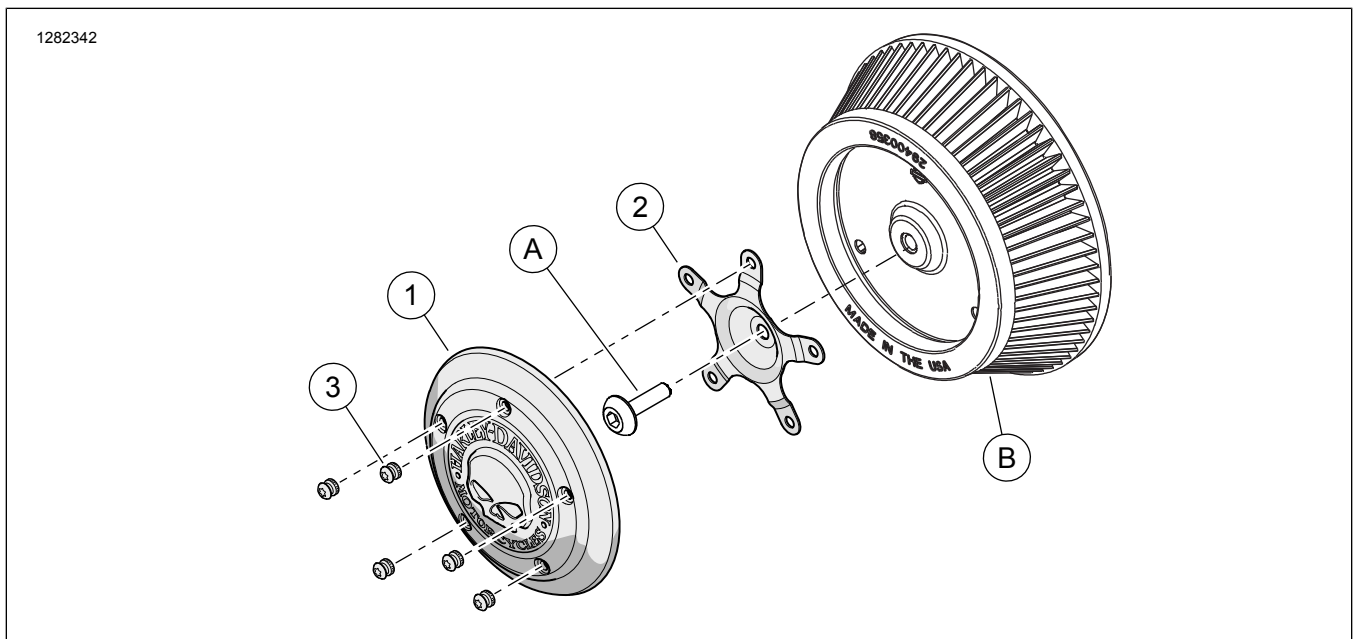

Abbildung 1. Inhalt des Satzes: Luftfilterabdeckung
1. Siehe Abbildung 1 >. Die Originalausstattung (Original) -Luftfilterabdeckungsschraube (A) entfernen und zurücklegen.
2. Befestigungshalterung (2) mit Schraube (A) befestigen.
- b. Schrauben anziehen (A).